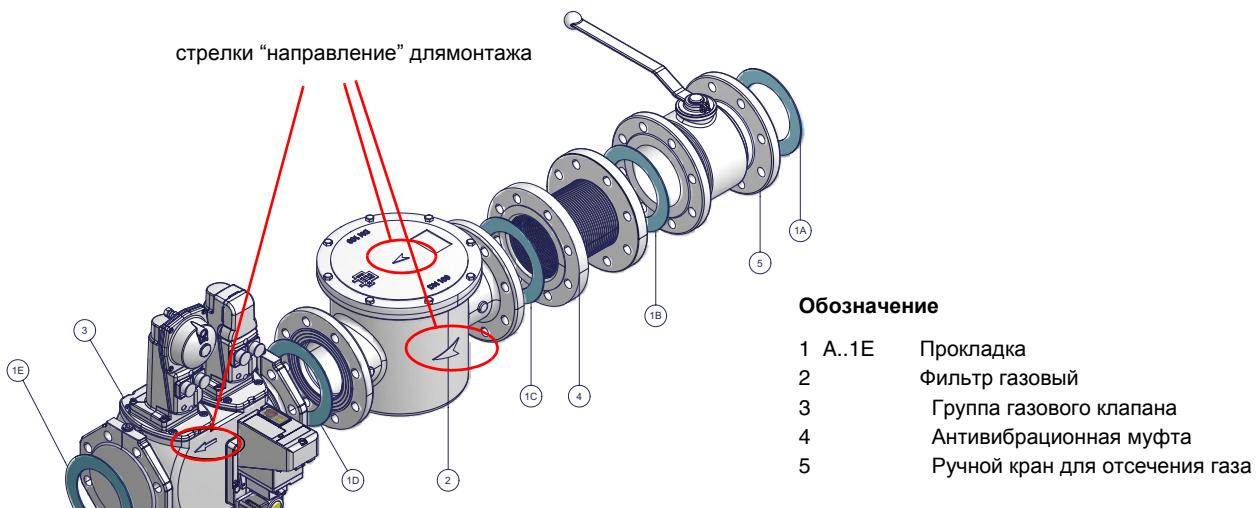

Рис. 5 - Пример газовой рампы
- 1-б) при фланцевых соединениях: между соседними компонентами устанавливать прокладку (Рис. 5), совместимую с используемым газом,
**ВНИМАНИЕ:** после монтажа газовой рампы согласно схеме на Рис. 5., необходимо провести тестирование на герметичность газового контура, согласно требований действующих нормативов.
**ВНИМАНИЕ:** после монтажа газовой рампы согласно схеме на Рис. 5, необходимо провести тестирование на герметичность газового контура, согласно требований действующих нормативов.